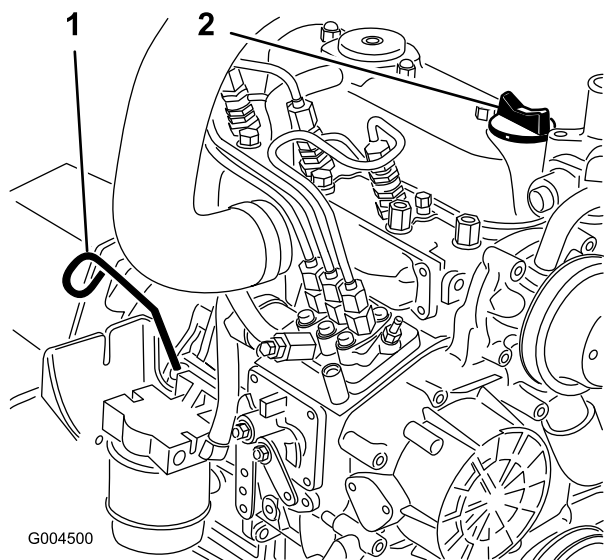

Figure 45
2. Retirez la jauge (Figure 45), essuyez-la sur un chiffon et remettez-la dans le goulot de remplissage. Sortez de nouveau la jauge et vérifiez le niveau d'huile.
3. Si le niveau n'atteint pas le repère du plein, enlevez le bouchon de remplissage (Figure 45) et faites l'appoint jusqu'à ce que le niveau correct soit atteint.